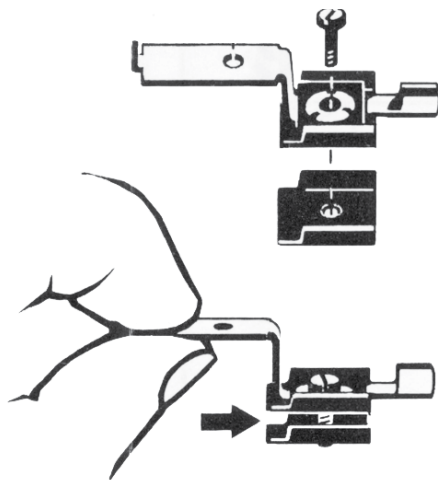

Fig. 3
5. Connect the pickup shoe mount and retainer plate loosely with the round head screw (fig. 3).
5. Relier le support du frotteur et la tôle de fixation avec la vis à tête lentiforme sans trop serrer (Fig. 3).
5. Slepdrager en houderplaat met de lenskopschroef losjes verbinden (Fig. 3).
5. Unir el portapatín y la chapa soporte con el tornillo con cabeza de gota de sebo sin apretar (fig. 3).
5. Collegare in modo lasco il supporto del pattino e la lastrina di fissaggio con la vite a testa tonda (Fig. 3).
5. Släpskohållaren och hållarblecket med linshuvudskruven kopplas samman (fig. 3).
5. Forbind løst slibevogn og holdeplade ved hjælp af skruen med linseformet hoved (Fig. 3).